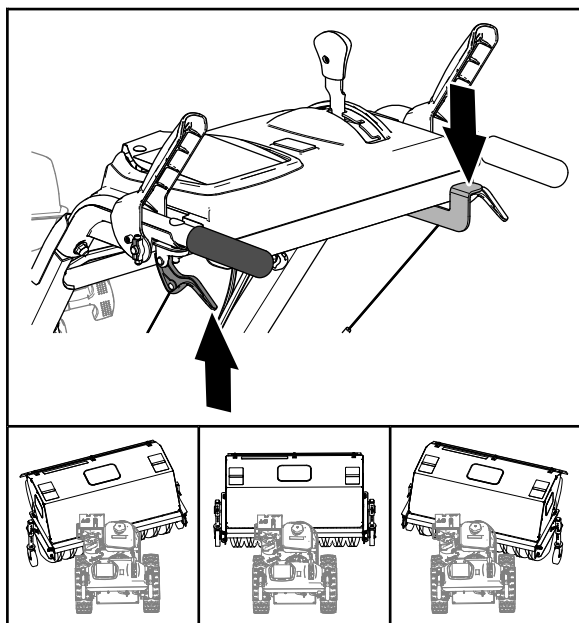

Figura 20
- Empuje la palanca hacia abajo con el dedo pulgar de la mano derecha (Figura 20).
- Apriete la palanca del embrague de la rueda izquierda hacia la empuñadura (Figura 20) y empuje la carcasa del cepillo al ángulo deseado.